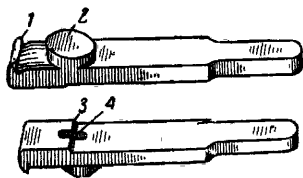

Рис. 19. Выбрасыватель:
**Выбрасыватель** (рис. 19) служит для извлечения гильзы (патрона) из патронника и удержания её в чашечке затвора до отражения. На переднем конце выбрасывателя имеется зацеп, который захватывает закраину шляпки гильзы, находящейся в патроннике. На его нижней плоскости имеется